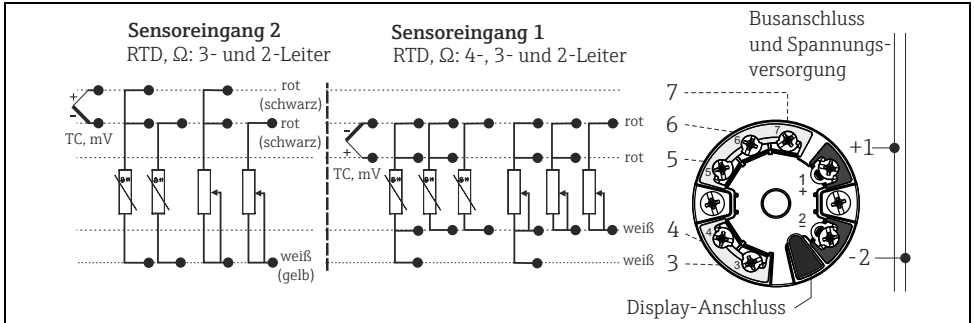

Abb. 5: Verdrahtung des Kopftransmitters
3. Schließen Sie die Leitungen gemäß → Abb. 5 an. Ist der Kopftransmitter mit Federklemmen ausgestattet, beachten Sie besonders → Seite 14.